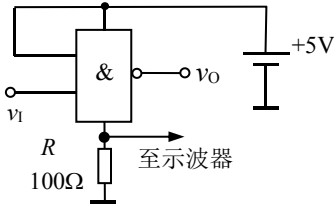

图 5.29 观察 CMOS 与非门动态功耗的电路
静态时,CMOS 与非门内部的 P 沟道和 N 沟道场效应管只有一个是导通的,流过 MOS 管的电流近似为零,所以其静态功耗很小,一般可以忽略。但在输出状态转换过程中,P 沟道和 N 沟道场效应管会同时导通(工作于饱和区)。另外,若输出端接有容性负载,在输出状态转换时负载电容要充电、放电。以上两种情况电源都要提供较大的脉冲电流,使 CMOS 与非门存在一定的动态功耗。观察 CMOS 与非门脉冲电流的电路如图 5.29 所示。在与非门
(3) 观察 CMOS 与非门 CD4011 的动态功耗。测量电路如图 5.29 所示，输入信号为 100kHz 的方波信号。